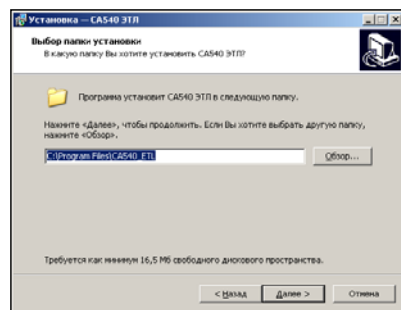

Рисунок 8.2
2) Определить место размещения ПО, для чего в окне (рисунок 8.2) следует либо согласиться с предлагаемой по умолчанию папкой `C:\Program Files\CA540_ETL`, либо выбрать другой вариант, щелкнув по кнопке `Обзор`. Для продолжения выполнения установки программы щелкнуть по кнопке `Далее`.